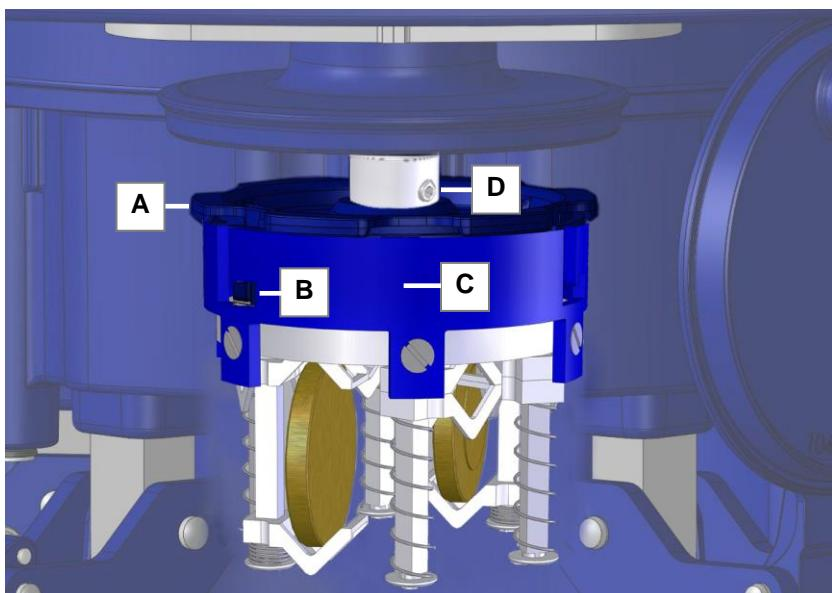

Fig. 6.3.1. Portamecanismos enganchado
El portamecanismos (*Fig. 6.3.1.C.*) se une mediante el cierre de bayoneta del alojamiento (*Fig. 6.3.1.A.*) a la máquina de limpieza.
Sujete el alojamiento (*Fig. 6.3.1.C.*) con una mano y presione primero el portamecanismos ligeramente hacia arriba y después, gírelo en sentido contrario a las agujas del reloj para extraerlo de los dispositivos de retención (*Fig. 6.3.1.B.*).
- A** **Alojamiento** para la cesta de limpieza y el portamecanismos. Durante la extracción del portamecanismos, el alojamiento permanece atornillado al eje de accionamiento mediante el perno roscado (Fig.6.3.1.D.).
Vuelva a fijar el portamecanismos en el alojamiento de la máquina de limpieza (*Fig. 6.3.1.A.*).
Asegúrese de que el portamecanismos esté correctamente sujetado en el dispositivo de retención (*Fig. 6.3.1.B.*).